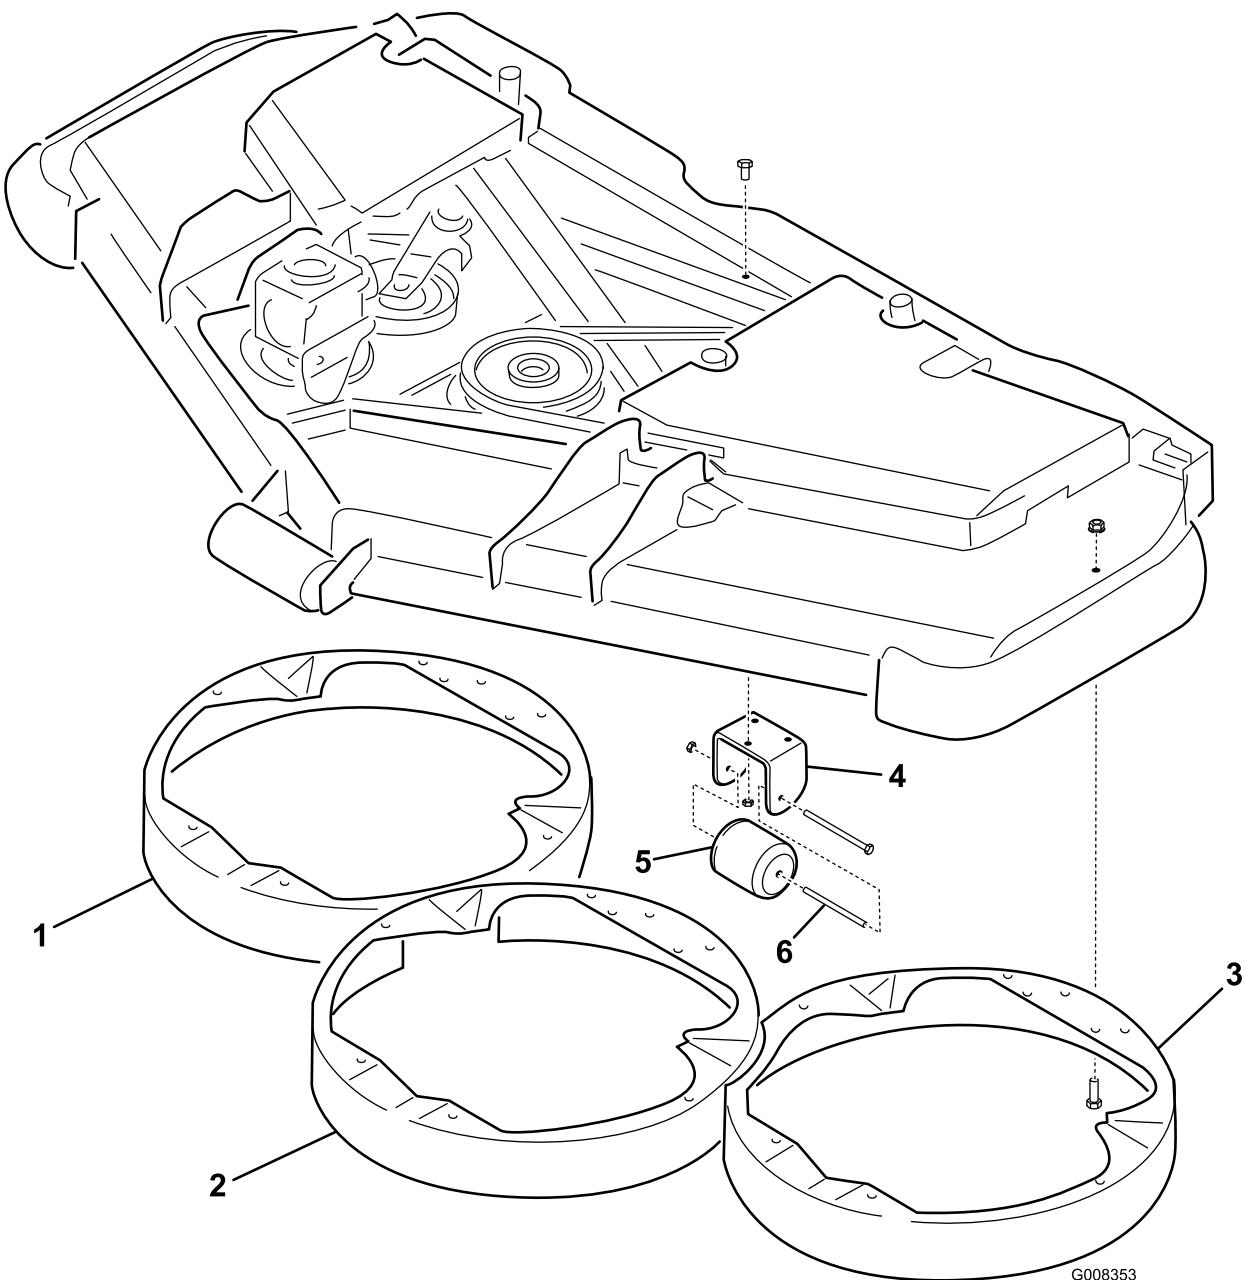

Figura 1
3. Coloque las cámaras de reciclado derecha, central e izquierda debajo de la carcasa, alineando los taladros de montaje según se muestra en Figura 1.
Nota: Coloque las tuercas en el exterior de la carcasa (Figura 1).
- Monte el soporte del rodillo en la cara inferior de la carcasa con 3 pernos de cuello cuadrado (5/16" x 1") y 3 tuercas (5/16"), según se muestra en Figura 1.